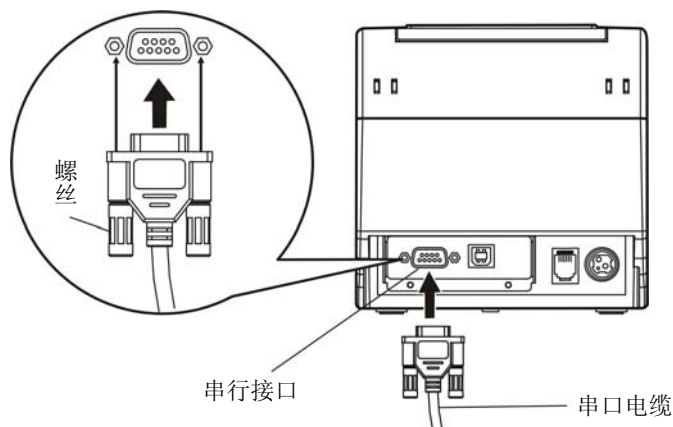

图 2-4 连接串口电缆
1. 关闭计算机和打印机电源，将串口电缆插头连接到打印机的串行接口，拧紧插头两侧的螺丝，使插头固定（如图 2-4 所示）。